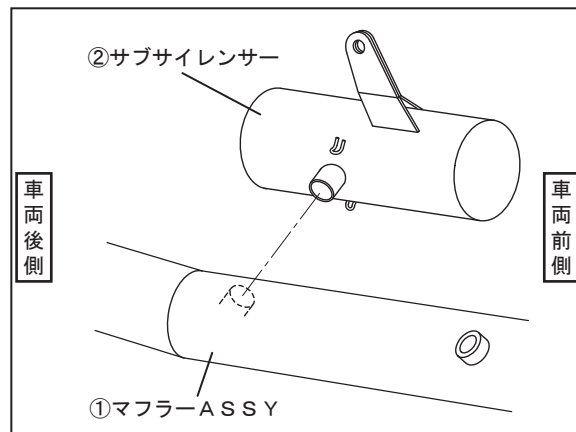

FIG. 11
9. ②サブサイレンサーを①マフラーASSYの連結管に取り付けて下さい。
次に②サブサイレンサーのステーを車両下側の純正マフラーのチャンバーを留めるブラケットに合せ、純正ボルト、純正ワッシャ、⑩フランジナットM10を使用して仮締めして下さい。(FIG. 11, 12, 13参照)